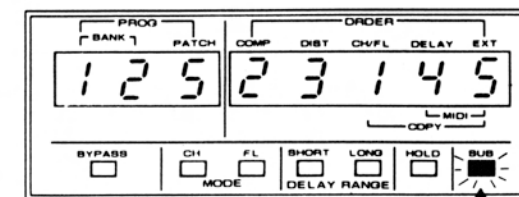

図4-22
- ◇ SUBモード・インジケータ [24] がプリンクします。(図 4-22)